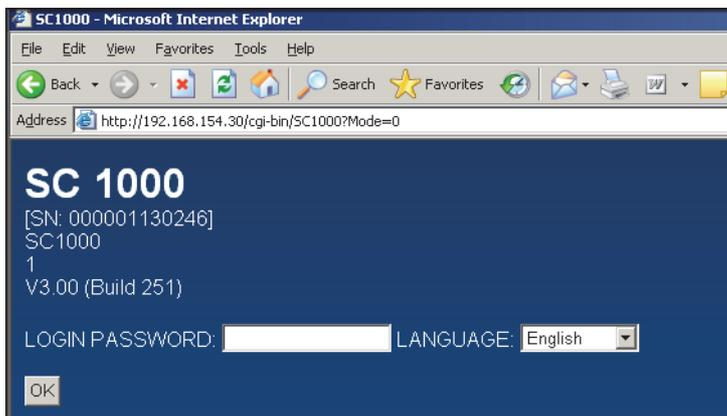

Figure 17 Page d'accueil du transmetteur sc1000
3. Saisissez l'adresse IP du transmetteur (fournie par le fournisseur de service VPN) dans le navigateur web de l'ordinateur (Figure 17).